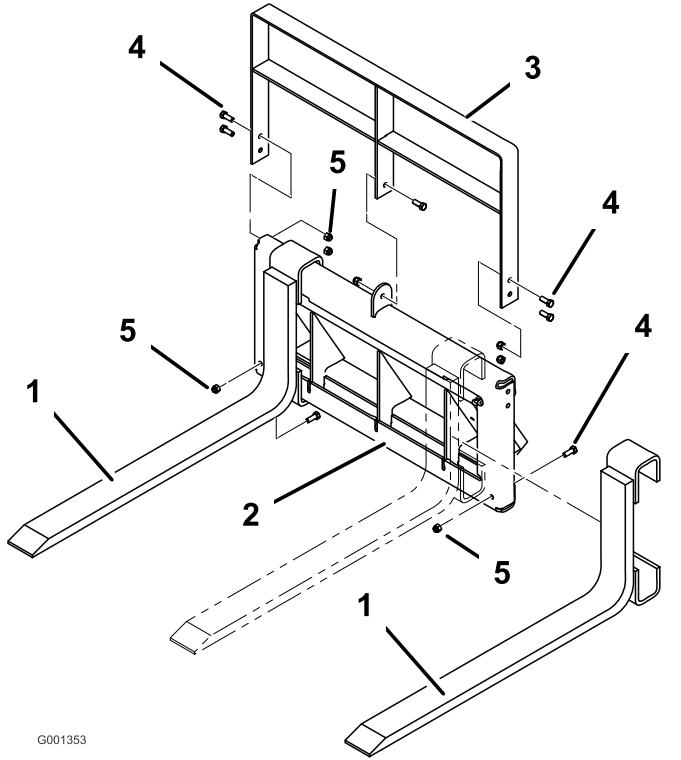

Figure 3
1. Installez les fourches sur le cadre pour fourches réglables comme illustré à la Figure 3, puis sécurisez chaque fourche à l'aide d'un boulon (3/8" x 1") et d'un contre-écrou (3/8").
2. Installez le cadre de fourche supérieur sur l'ensemble, comme illustré à la Figure 3, puis sécurisez le cadre supérieur à l'aide de 5 boulons (3/8" x 1") et 5 contre-écrous (3/8").